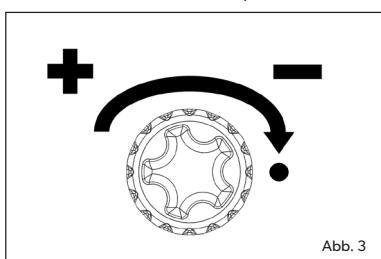

Abb. 3
- Drehen Sie den Bedienknopf auf dem Dual Power Pak entgegen der Uhrzeigerrichtung, um den Gasdurchsatz zu erhöhen (Abb. 3).